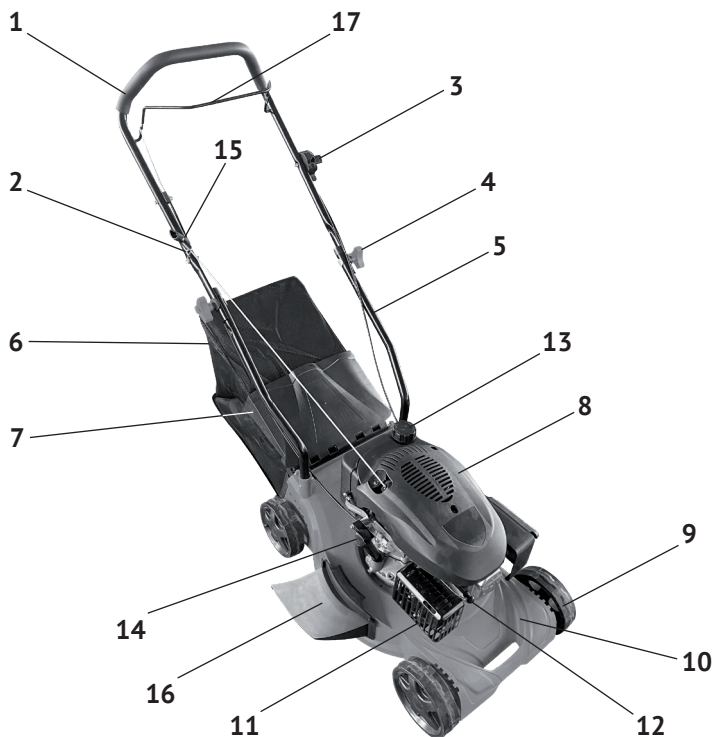

рис.1
4.1 Общий вид газонокосилки представлен на рис.1
Двигатель с вертикальным расположением коленчатого вала, закреплён на пластиковом корпусе (рис.1 поз.10) газонокосилки. Режущий нож крепится на фланец коленчатого вала с помощью фиксирующего болта. Травосборник (рис.1 поз.6) крепится к корпусу задней крышкой (рис.1 поз.7). Работа двигателя автоматически регулируется рычагами: управления (рис.1 поз.17) и переключения режимов (рис.1 поз.3). Запуск двигателя осуществляется рукояткой ручного стартера (рис.1 поз.15). Высота срезаемой травы определяется установкой колёс (каждого колеса индивидуально) в одно из 5-и фиксированных положений в интервале от 20 до 60 мм от ножа до земли.
- поднять вверх заднюю крышку (рис.1 поз.7)
Открутите крышку топливного бака (рис.1 поз.13). Заливайте бензин в топливный бак не более чем на 1 см ниже уровня основания заливной горловины. Перед запуском двигателя тщательно протрите крышку бензобака, удалив возможные при заправке брызги топлива.
Выкрутите пробку-щуп из маслозаливной горловины (рис.1 поз.14) и залейте в картер масло необходимой марки. Вставьте сухой чистый щуп в горловину картера и выньте его. Проверьте уровень масла: граница смоченной области щупа должна располагаться между отметками минимального и максимального уровней, как показано на рис.8.
- перед запуском двигателя необходимо перевести рычаг переключения режимов (рис.1 по.3) в положение 1 – “старт” (см. рис.9), при этом воздушная заслонка закрыта;
- нажать и удерживать рычаг управления (рис.1 поз.17), как показано на рис.10;
- резко, с усилием потяните рукоятку стартера (рис.1 поз.15) до упора, повторите действие ещё раз, если двигатель не завёлся.
- после запуска двигателя закрепите рукоятку ручного стартера на крюк (рис.1 поз.2) рукоятки управления, а рычаг переключателя режимов перевести в положение 2 – “работа” (см.рис.9), при этом воздушная заслонка открыта.
Для остановки двигателя – отпустить рычаг управления (рис.1 поз.17).
- снять с газонокосилки травосборник (рис.1 поз.6);
- закрыть задней крышкой (рис.1 поз.7) отверстия выброса травы назад;
- снять высоковольтный провод и выкрутить свечу (рис.1 поз.5) из двигателя, используя свечной ключ (входит в комплект поставки);